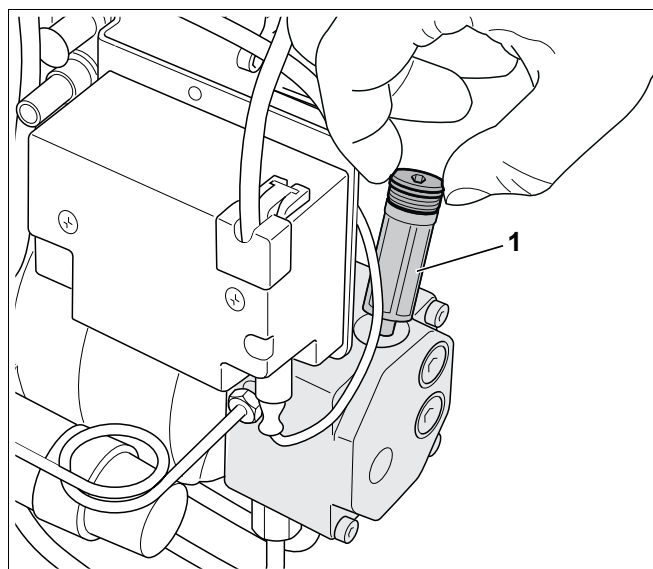

Рис. 12 Проверка фильтра топливного насоса
- Вынуть вверх фильтр топливного насоса (рис. 12, поз. 1).
- Очистить фильтр топливного насоса (рис. 12, поз. 1) промывочным бензином, если требуется, заменить его, и вновь установить на прежнее место.